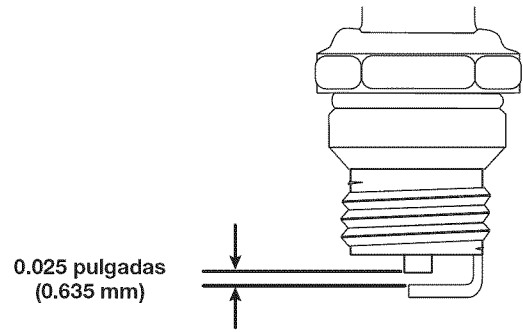

Fig. 25
4. Use un calibre de separación para ajustar una separación de aire de **0.025 pulgadas (0.635 mm)** (Fig. 25).